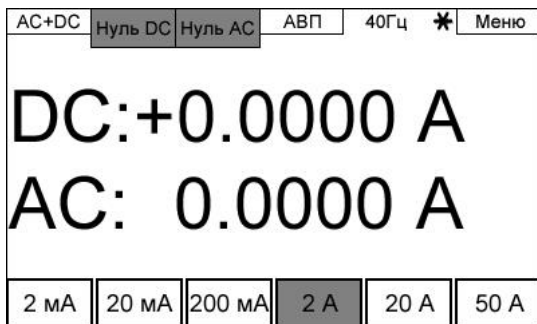

Рисунок 3.5 – Функция «Установка нуля» для режима “AC+DC”
3.2.4 Функция «Установка нуля» активируется сенсорными клавишами “Нуль DC” для режима “DC” и “Нуль AC” для режима “AC”. Для режима “AC+DC” необходимо активировать обе клавиши (рисунок 3.5).